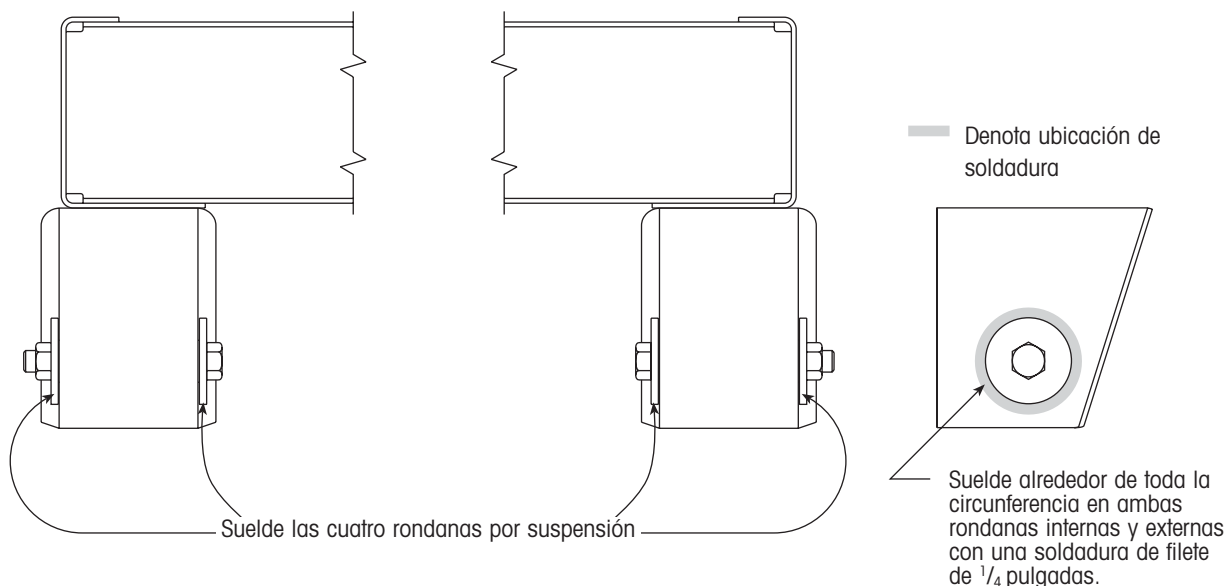

Figura 30. Ubicación de soldadura en rondana soldable
6. Suelde alrededor de las rondanas internas y externas en cada lado del eje con una soldadura de filete de  $\frac{1}{4}$ " (figura 30).